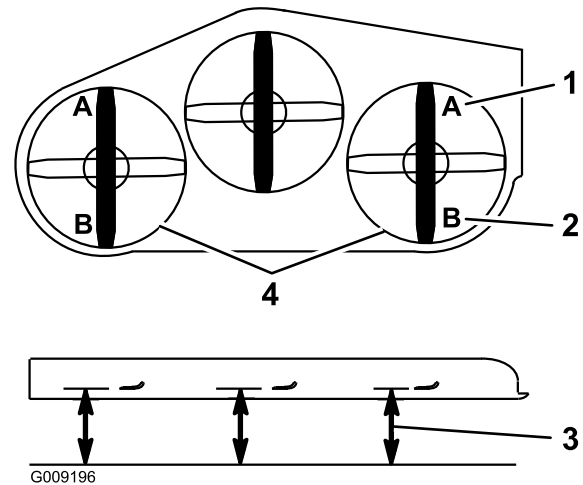

Figura 72
9. En ambos lados de la carcasa, mida desde la superficie nivelada hasta la punta delantera de la cuchilla (Posición A), según se muestra en Figura 72.
- En ambos lados de la carcasa, mida desde la superficie nivelada hasta la punta trasera de la cuchilla (Posición B), según se muestra en Figura 72.